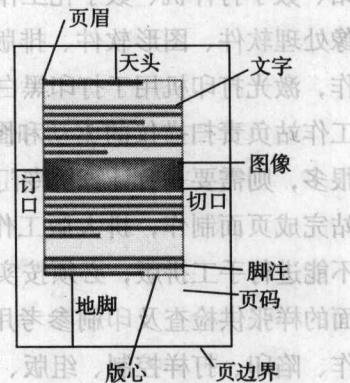

图 1-5 书刊出版物版心位置分布
通常设计者在设计制作页面时应该掌握以下几方面：①出版物页面大小以及版心位置等相关概念；②版面颜色的正确使用；③文图位置的正确摆放，如图1-5所示。